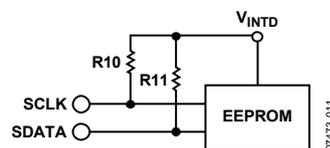

図 11 .EEPROM 回路
2.5 V のデジタル電源 VINTD を外部回路の電源として使用する場合、スリープ・モード時に VINTD へリーク電流が流入しないようにこれらの回路をデザインすることが重要です。このリーク電流は入力/出力ピンから発生します。たとえば、ADE71xx/ADE75xx 参考デザイン内の EEPROM は図 11 のように接続されています。通常動作時とバッテリー動作時に、MCU の動作中に I2C ペリフェラルがイネーブルされると、SCLK と SDATA はオープン・ドレインに設定されます。バッテリー動作時に、ADE71xx/ADE75xx が MCU コアをシャットダウンしてスリープにすると、SCLK ピン(ピン 39)と SDATA ピン(ピン 41)の弱いプルアップがデフォルトでイネーブルされます。そうすると、R10 と R11 により VINTD ノードがプルアップされるのと同じように、SCLK ピンと SDATA ピンはバッテリー電圧にプルアップされます。このために大きな電流が流れるので、ADE71xx/ADE75xx が低電流スリープ・モードになるのが妨げられます。この望ましくない状態を回避するためには、PINMAP0 レジスタのビット 6 とビット 4 を設定して、SCLK と SDATA の弱いプルアップをディスエーブルしてください。そうすると、スリープ・モードで VINTD は 0 V へ低下します。回路は、2  $\mu$ A (typ) 電流の ADE71xx/ADE75xx 仕様を満たすようになります。